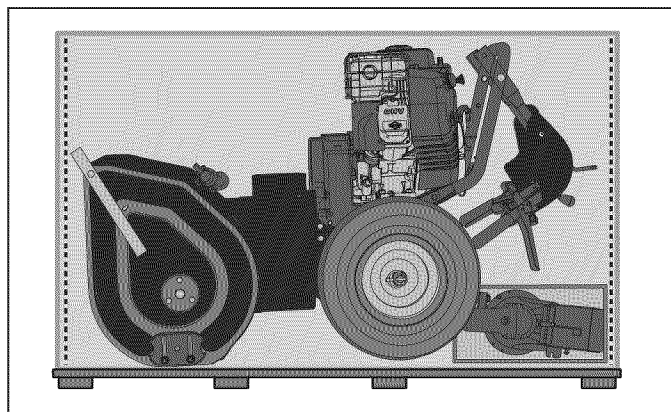

Figura 3. Lanzadora de nieve - Posición de embarque
1. Retire las bandas de la caja. Abra completamente la caja de cartón cortando cada una de sus esquinas de arriba abajo, como se muestra en Figura 3.